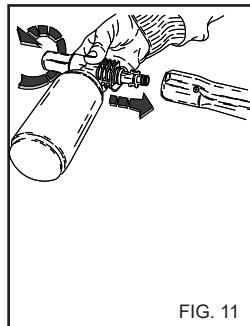

FIG. 11
2) Poista jatkokappale pistoolista ja aseta pesuaineen ruiskutinsarja (fig. 11) paikoilleen. Käynnistä pesuri ja suihkuta likaista pintaa alhaalta ylöspäin. Pesuaineen imulla varustetuissa malleissa aukaise pesuaineen hallintatulppa (fig. 7B) ja siirrä kärkiosaa eteenpäin.